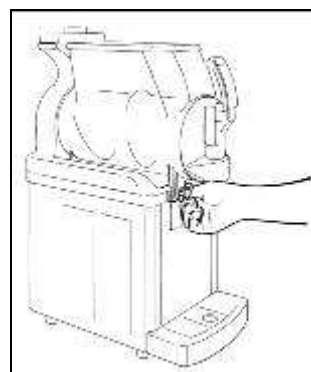

Fig. 13
- Svitare e sfilare i pomelli (fig.13).